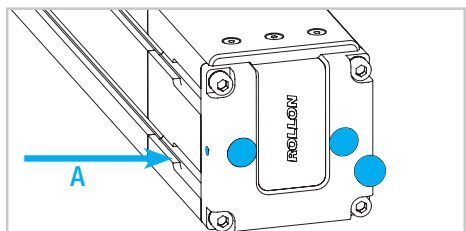

Fig. 8
- 8) Rimuovere i tappi di protezione sulle viti di fissaggio e allentare le viti corrispondenti alla lettera A (Fig. 8).